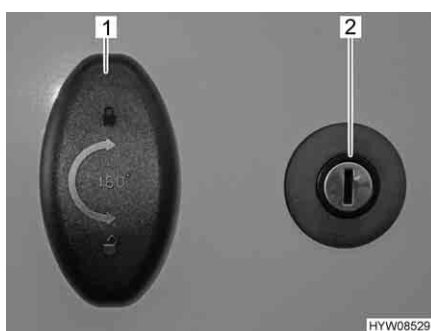

Fig. 42 Serratura della porta del garage
- Inserire la chiave nel cilindro della serratura (Fig. 42,2) e ruotare in senso orario. La chiusura centralizzata è sbloccata.
- Girare la maniglia della serratura (Fig. 42,1) in senso antiorario di un mezzo giro e aprire la porta del garage.
- Girare la maniglia della serratura (Fig. 42,1) in senso antiorario di un mezzo giro.
- Inserire la chiave nel cilindro della serratura (Fig. 42,2) e ruotare in senso antiorario. La chiusura centralizzata è bloccata.